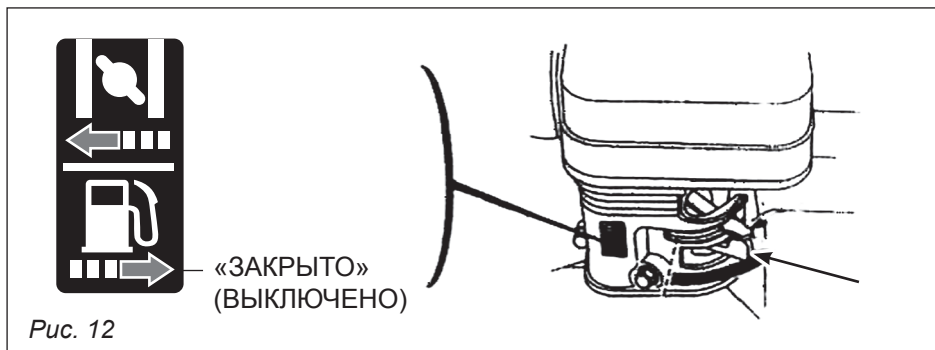

Рис. 12
3. Поверните топливный кран в позицию «Закрыто» (рис. 12).